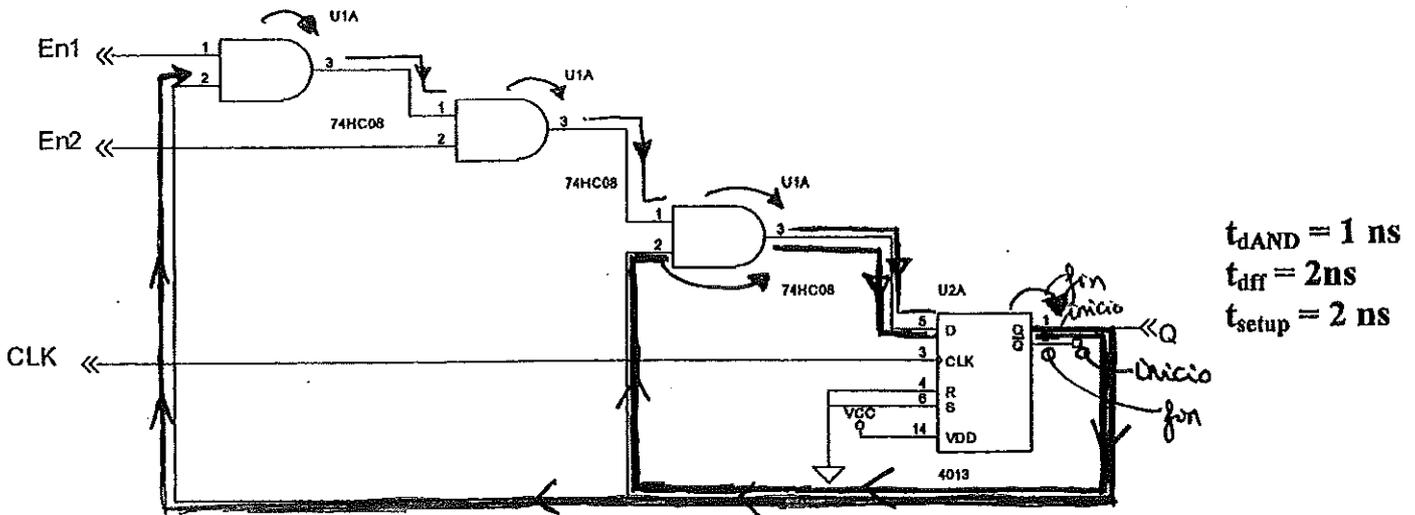

Figura 8
- 5.1 Obtenga la máxima frecuencia de funcionamiento del circuito de la Figura 8 suponiendo los valores de temporización que aparecen en el lateral de dicha figura. (5 puntos)
- 5.3 Obtenga justificadamente la probabilidad de que el circuito de la Figura 8 no funcione correctamente si utilizamos una frecuencia de reloj CLK de 125 MHz, suponiendo que las entradas En1 y En2 pueden cambiar aleatoriamente en el tiempo con una distribución uniforme. Indique claramente los motivos de fallo sobre un cronograma. (15 puntos)